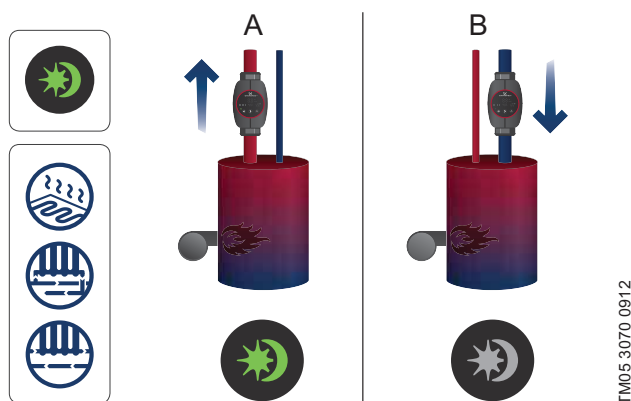

Abb. 22 Automatische Nachtab senkung
- Die Pumpe muss in die Vorlaufleitung eingebaut sein. Siehe Abb. 22, Pos. A.
Die automatische Nachtab senkung funktioniert nicht, wenn die Pumpe im Rücklauf eingebaut ist. Siehe Abb. 22, Pos. B.